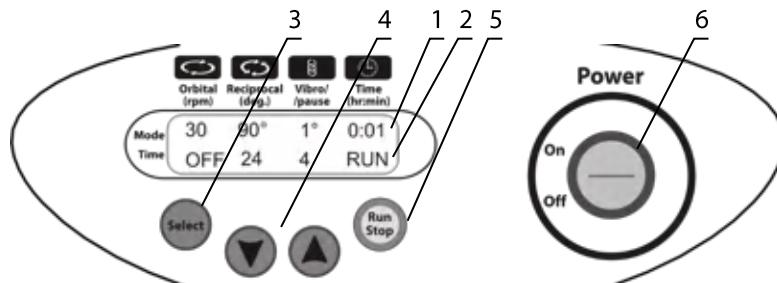

Рисунок 3. Панель управления модели PSU-20i
- 5.2.1. Подключите внешний блок питания к сети. Переведите переключатель питания **Power** в положение **On** (включено, рис. 3/6).
- 5.2.4. Нажмите кнопку **Run Stop** (рис. 3/5) для начала программы. Платформа придет в движение, на дисплее показывается индикация RUN (рис. 3/2) и меняющиеся значения таймеров.
- 5.2.6. Если время работы не установлено или сброшено и индикатор времени на дисплее показывает OFF (рис. 3/1), при нажатии кнопки **Run Stop** прибор начинает вращение до тех пор, пока не будет нажата повторно кнопка **Run Stop**.
- 6.3. Нажмите кнопку **Select** (рис. 3/3) для выбора изменяемого параметра. Каждое нажатие кнопки **Select** последовательно выбирает параметры. Выбранный параметр мигает. Используя кнопки ▼ и ▲ (рис. 3/4), установите необходимое значение выбранного параметра. Долгое нажатие на кнопку ускоряет смену значений.
- 6.7. Таймер (рис. 3/1) управляет общей продолжительностью программы. Время устанавливается от 1 минуты до 96 часов (шаг установки 1 минута).